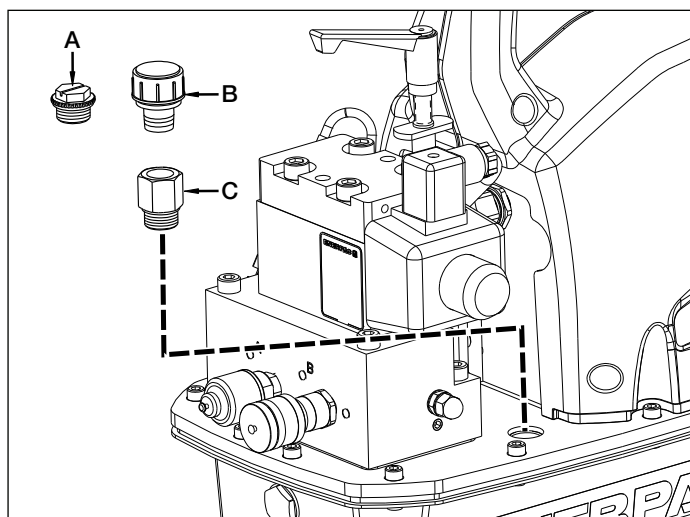

Рис. 2. Вентиляционный клапан (на рис. показана модель ZU4; в моделях ZE4 и ZE5 аналогичная конструкция)
4.2 Вентиляционный клапан (см. рис. 2)